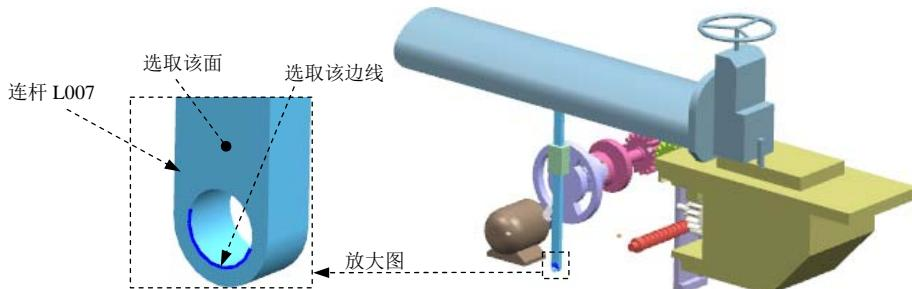

图 10.9.13 定义旋转副（五）
- (1) 选择连杆。选取图 10.9.13 所示的连杆 L007。
- (2) 定义原点及矢量。在“运动副”对话框的 **指定原点** 下拉列表中选取“圆弧中心” 选项，在模型中选取图 10.9.13 所示的圆弧为定位原点参照；选取图 10.9.13 所示的面作为矢量参考面。
- (3) 单击 **应用** 按钮，完成第五个运动副的添加。